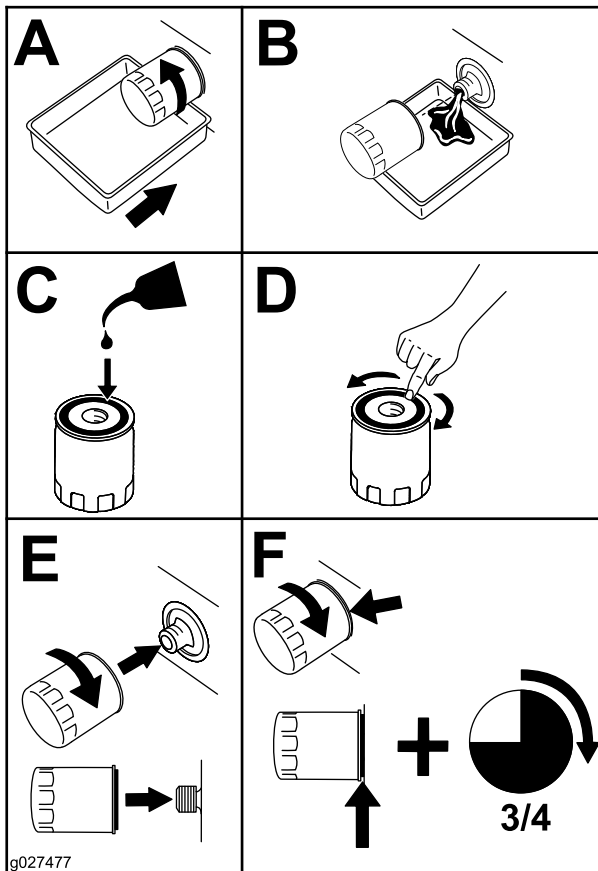

Figure 59
2. Remplacez le filtre à huile moteur (Figure 59).